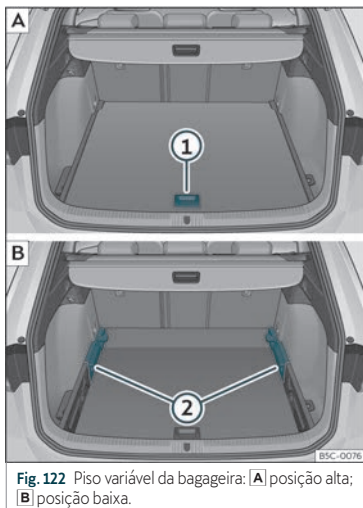

Fig. 122 Piso variável da bagageira: **A** posição alta; **B** posição baixa.
- Para passar da posição baixa para a alta, levante o piso pela pega »» **Fig. 122 ①**, puxe-o para trás até que a parte dianteira do piso baixe totalmente os suportes »» **Fig. 122 ②**.
- Desloque o piso sobre estes para a frente até que chegue ao limite no encosto dos bancos traseiros e, de seguida, baixe o piso com a peça **①**.
- Para passar da posição alta para a baixa, levante o piso pela pega »» **Fig. 122 ①**, puxe-o para trás até que a parte dianteira do piso baixe totalmente os suportes »» **Fig. 122 ②**.
- Deixe cair a parte anterior contra o piso e empurre o piso para a frente até que atinja o limite no encosto dos bancos traseiros, baixando ao mesmo tempo o piso com a pega **①**.
- Com o piso variável na posição alta, levante pela pega »» **Fig. 122 ①**, puxe-o e empurre para o encosto dos bancos traseiros até que o piso dobre pela linha da dobradiça e a parte móvel do piso assente sobre o mesmo.